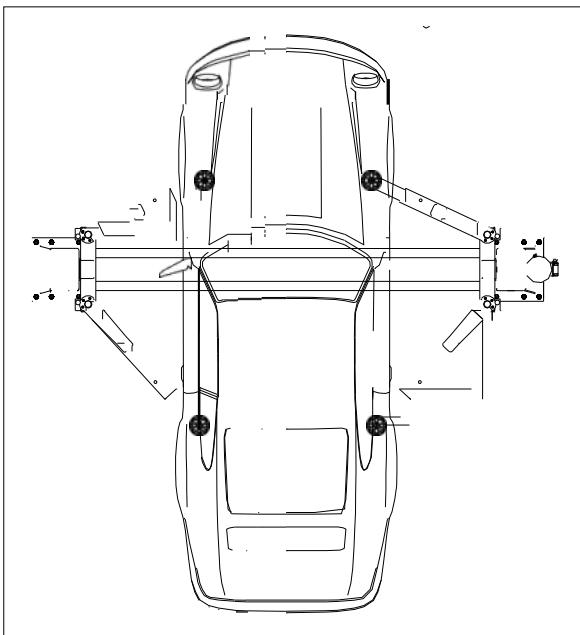

Рис. 12 Правильно установленный автомобиль
Важно правильно расположить автомобиль на дисковых опорных платформах для правильного распределения нагрузок на кронштейны (Рис. 12). Для обеспечения безопасности персонала и оборудования убедитесь в том, что:
- ◆ Автомобиль правильно установлен на подъемнике. (*Рис. 12*)